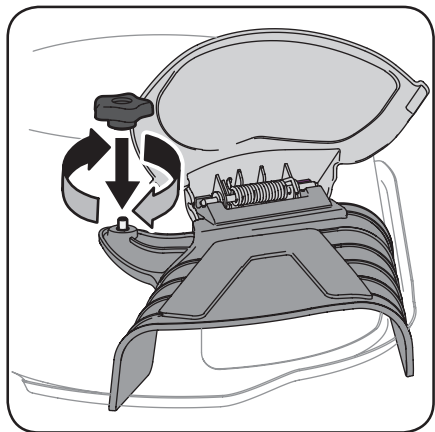

Figure 2-14
3. Fixez le déflecteur d'éjection au plateau de coupe à l'aide du bouton inclus dans le sac contenant le manuel. Vissez le bouton sur le goujon du plateau de coupe. Voir Figure 2-14.